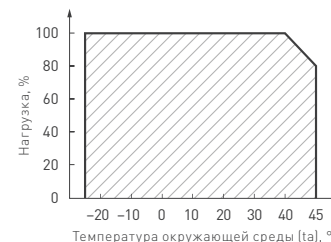

Рис. 6. Максимальная допустимая нагрузка, % от мощности источника
- температура окружающего воздуха от -25 до +45 °С (см. график зависимости максимально допустимой нагрузки на блок питания от температуры окружающей среды на рис. 6);
- 4.4. Не нагружайте источник питания более чем на 80% от его максимальной мощности. Учтите, что с повышением температуры окружающей среды максимальная мощность источника питания снижается (см. график зависимости максимальной допустимой нагрузки на блок питания от температуры окружающей среды на рис. 6).